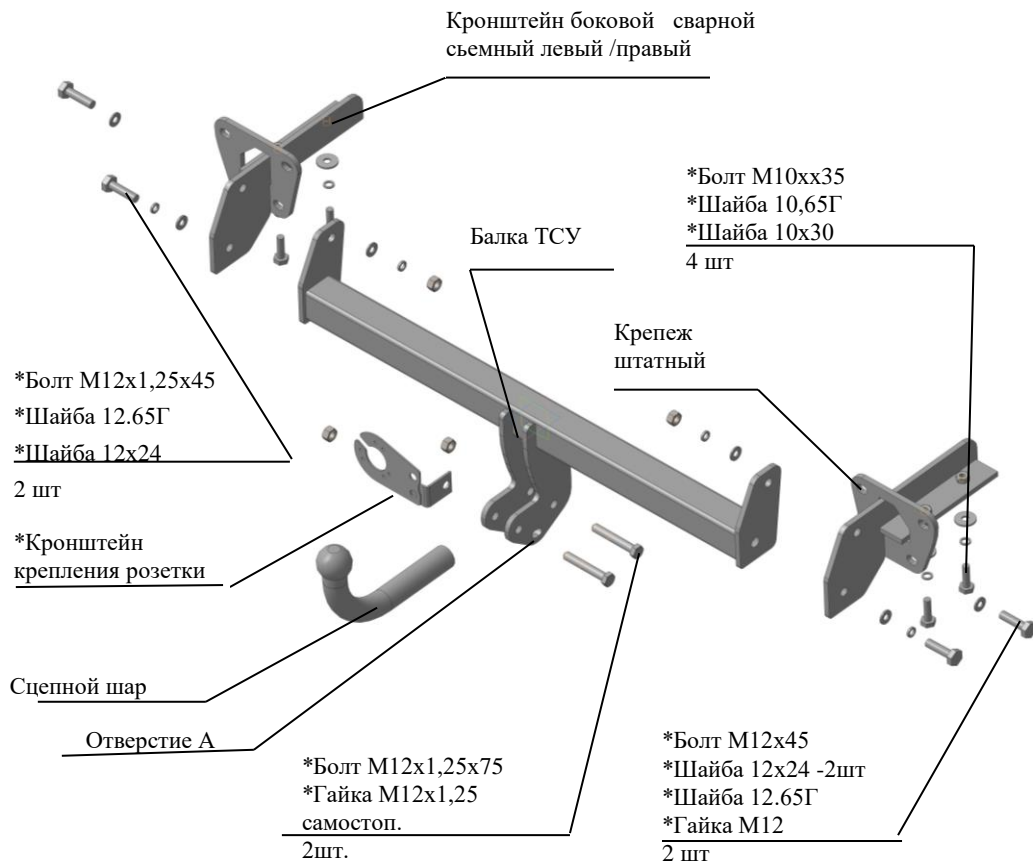

Рис.1 Тягово-сцепное устройство 8520 .
2.1 ТСУ 8520. в сборе (рис.1)	1 шт.
2.2 Пакет с комплектующими (см. рис.1)	1 шт.
4.2 Установить боковые сварные съемные кронштейны в лонжероны а/м (левый и правый соответственно рис.1), закрепить болтами М10х35, подложив под головки болтов шайбы 10.65Г и шайбы 10х30, а к фартуку а/м закрепить штатным крепежом (см.рис.1). Крепеж не затягивать.